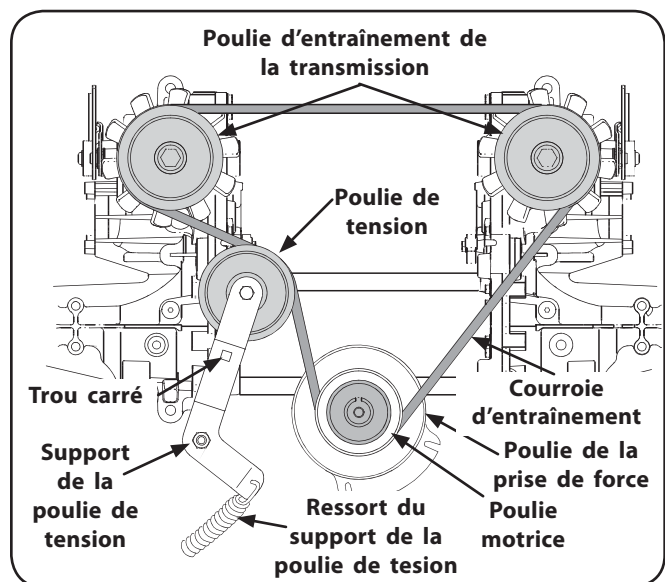

Figure 7-8
2. De l'arrière, insérez un rochet d'entraînement de 3/8 de po dans le trou carré du support de la poulie de tension. Voir la Figure 7-8.